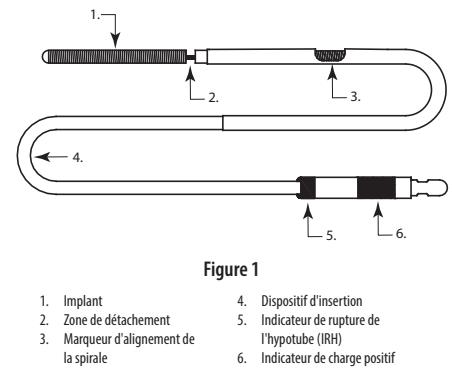

Figure 1
- Faire avancer lentement la spirale détachable Axium™ Prime en dehors de la gaine d'introduction dans la paume de la main gantée et vérifier l'absence d'irrégularités de la spirale ou de la zone de détachement. En raison de risques potentiels d'anomalie, il convient d'effectuer une inspection visuelle. En présence d'irrégularités, remplacer par une spirale détachable Axium™ Prime neuve (consulter la Figure 1).